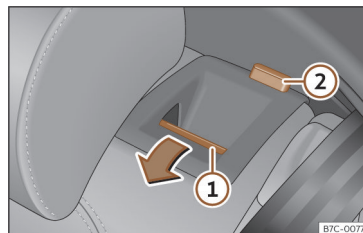

Fig. 17 Botão de desbloqueio. ① Botão de desbloqueio. ② Marca vermelha.
● Certifique-se de que o **encosto do banco traseiro** está bloqueado na posição vertical. A marca vermelha >>> **Fig. 17** ② não deve ficar visível.